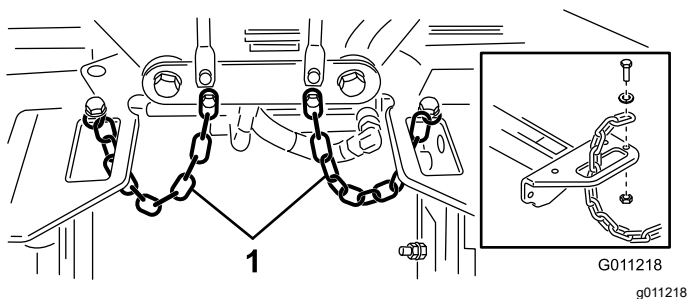

Bild 23
- Verlegen Sie eine Kippkette durch den Schlitz am Ende jedes Trägersrahmens. Befestigen Sie die Kippkette mit einer Schraube, einer Scheibe und einer Sicherungsmutter oben am Trägersrahmen (Bild 23).